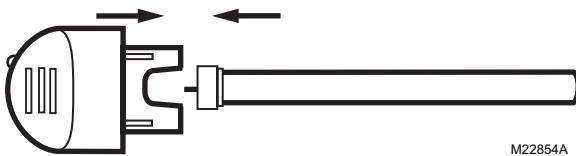

Fig. 6. Placer le cylindre dans le culot de la poignée.
- Insérer le nouveau cylindre dans la poignée en alignant la clavette, puis pousser en ligne droite. Voir la Fig. 6.